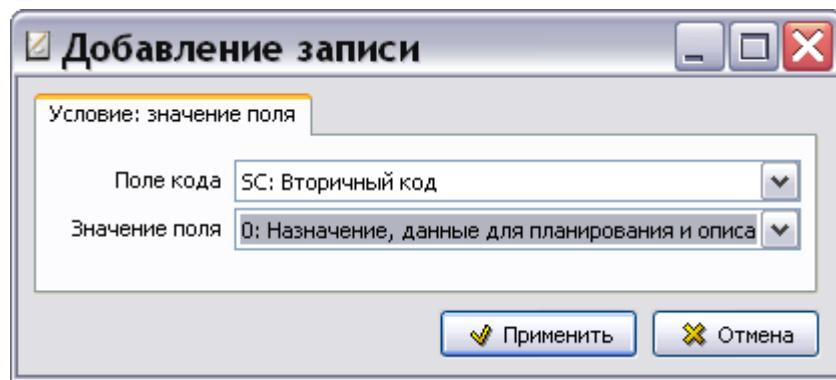

Рис. 2.41
8. В диалоговом окне **Добавление записи** для условия: значения поля в окошке **Поле кода** из выпадающего списка выберите «SC: Вторичный код». В окошке **Значение поля** из выпадающего списка выберите фиксированное значение поля «0: Назначение, данные для планирования и описание» (Рис. 2.41).